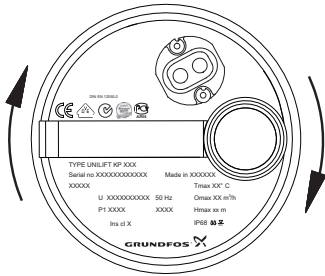

Fig. 9 Omdrejningsretning
3. Observér pumpen ved start. Hvis pumpen giver et lille ryk med uret, se fig. 9, er motorens omdrejningsretning korrekt. I modsat fald ombyttes to faser i netttilslutningen.